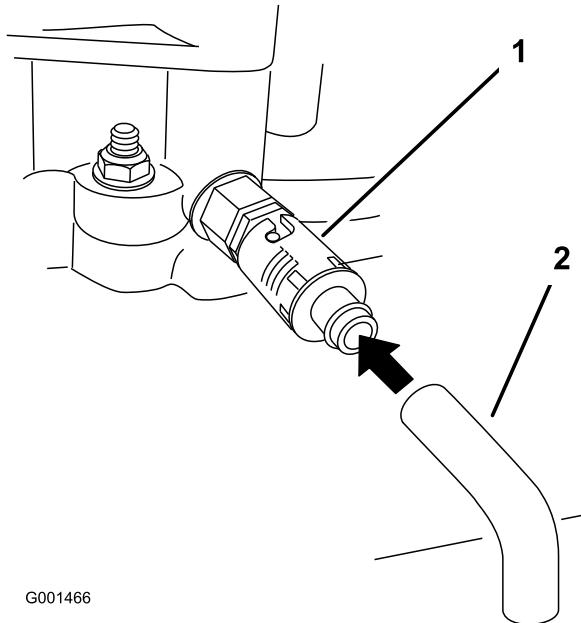

Figure 34
- Placez un bac sous le flexible de vidange. Tournez le robinet de vidange d'huile pour permettre à l'huile de s'écouler (Figure 34).
- Enlevez le flexible de vidange (Figure 34).